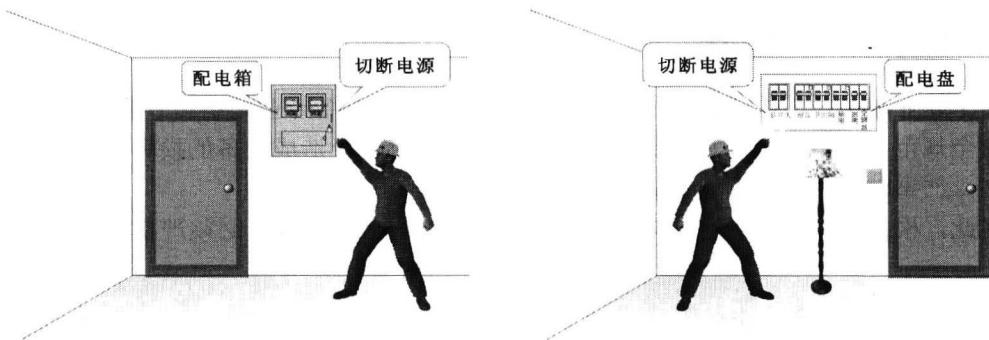

图 1-10 关断电源示意图
(2) 电气线路在未经试电笔确定无电前，应一律视为“有电”，不可用手触摸。在进行设备检修前一定要先关断电源。不要带电检修电气设备和电力线路。即使确认目前停电，也要将电源开关断开，以防止突然来电造成损害。关断电源示意图如图 1-10 所示。